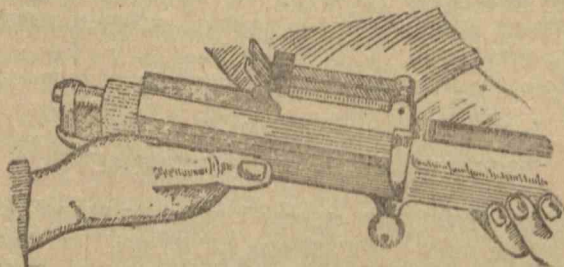

Рис. 17. Как вынуть раму с затвором из ствольной коробки
**Отделить затворную раму с затвором.** Придерживая пулемет левой рукой за заднюю часть ствольной коробки, правой рукой необходимо отвести рукоятку затворной рамы назад; затем уже обхватить кистью левой руки раму вместе с затвором и вынуть их из ствольной коробки (рис. 17).